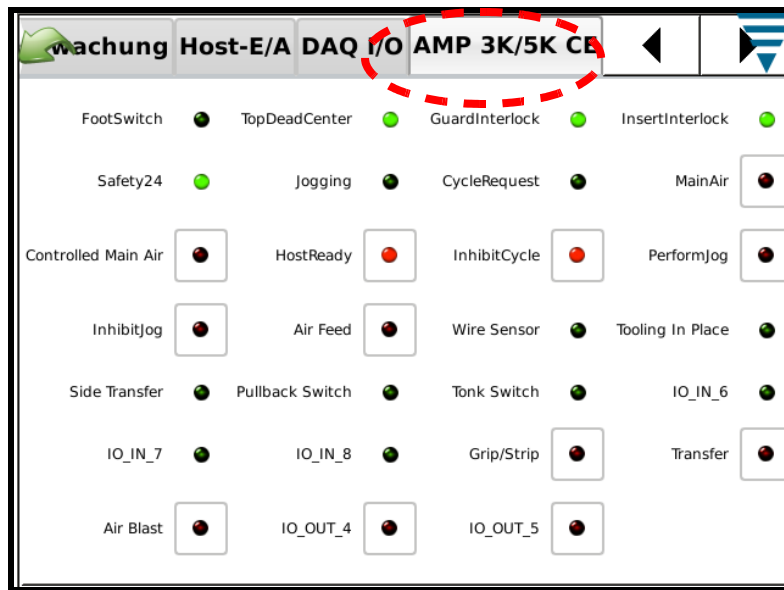

Abbildung 13
3. Rufen Sie durch Berühren des Reiters „AMP 3K/5K CE“ die Diagnose-Registerkarte auf. Siehe Abbildung 13.